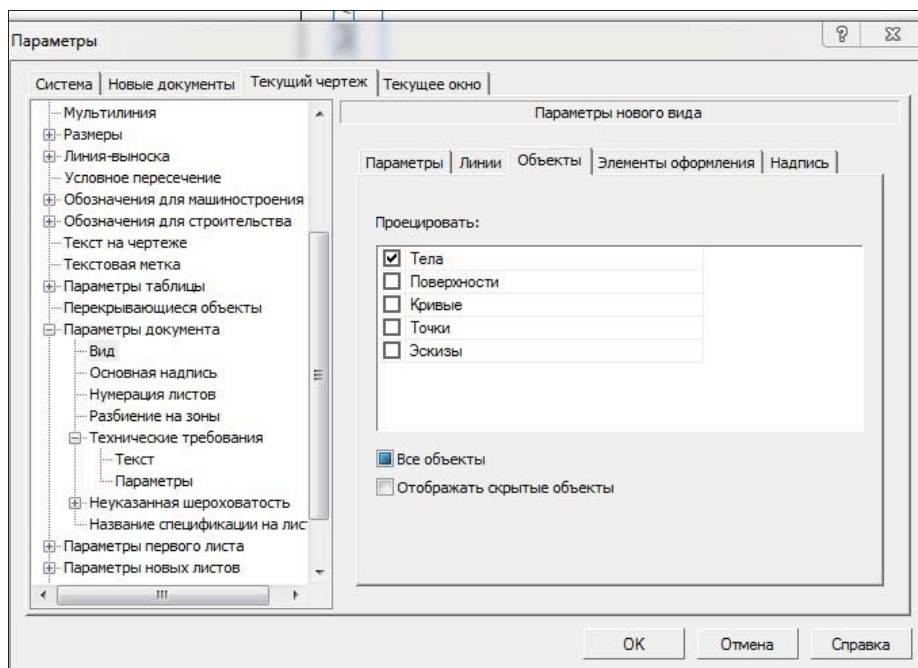

Рис. 17.33. Диалоговое окно **Параметры** с открытым пунктом **Вид** на вкладке **Объекты**
- ◆ на вкладке **Объекты** (рис. 17.33) выполняется настройка проецирования и отображения объектов модели в ассоциативных видах. Поставьте флажки у пунктов **Кривые**, **Точки** и **Эскизы**;